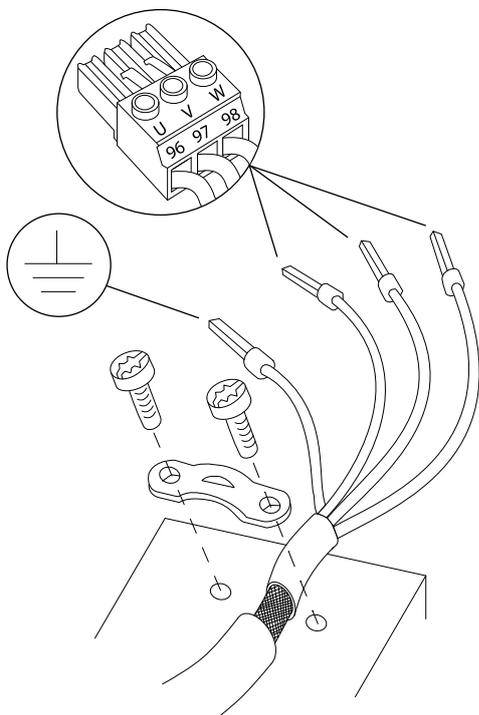

Ilustración 4.6 Conexión del motor
3. Conecte el cable de toma a tierra al terminal de conexión a tierra más cercano, según las instrucciones de conexión a tierra del capítulo 4.3 Toma de tierra. Consulte la Ilustración 4.6.
4. Conecte el cableado del motor trifásico a los terminales 96 (U), 97 (V) y 98 (W), consulte Ilustración 4.6.